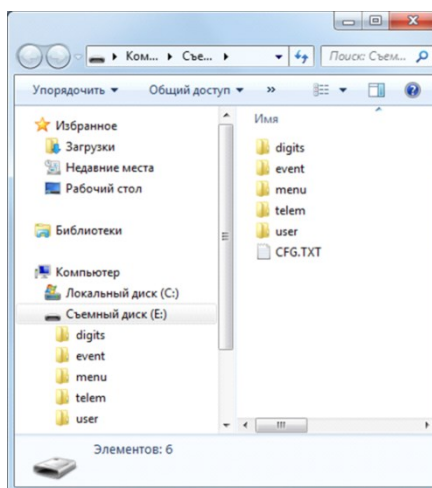

Рис. 9.3. Файловая система контроллера
4. В окне *Автозапуск* выберите *Открыть папку для просмотра файлов*. В результате откроется окно, отображающее файловую систему контроллера (рис. 9.3).